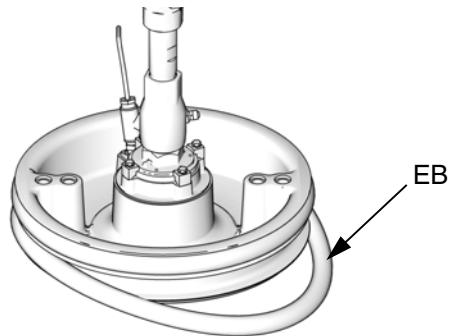

Рис. 18
1. Очистите остатки материала из канавок уплотнения деревянным или пластмассовым инструментом, во избежание повреждения скребков (EB).
2. Поднимите снизу край одного скребка (EB) над задней частью опорной емкости. См. Рис. 18.
3. Вставьте скребок (EB) в верхнюю канавку и распределите его.
4. Только для скребков на 55 галлонов: Вставьте второй скребок (EB) в нижнюю канавку и распределите его.